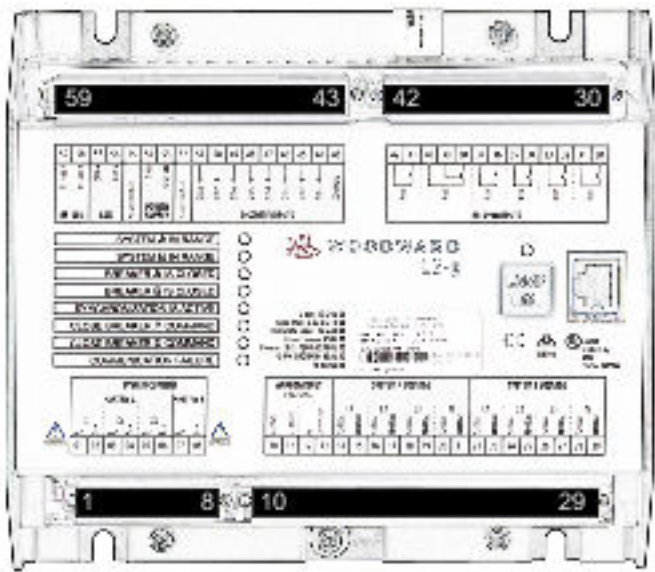

Abb. 19: Blechgehäuse
- Blechgehäuse - dargestellt in Abb. 19